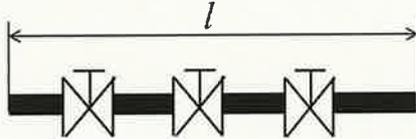

図3
- 3) 図3のように内径  $d=0.5\text{m}$ 、長さ  $l=10.0\text{m}$  の円管が水平に設置されており、途中に損失係数  $\zeta=1.50$  のバルブが3個取り付けられている。水が流速  $v=5.0\text{m/s}$  で通るとき、この10m区間における圧力損失の総量  $\Delta P$  (単位 Pa) を求めよ。ただし、このとき管摩擦係数  $\lambda=0.02$  とする。